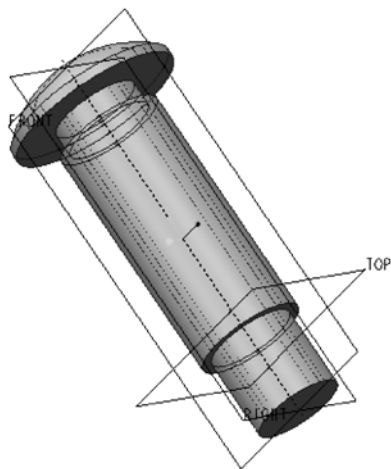

图 3-21 创建的旋转实体特征
⑤ 默认情况下，“变量”按钮处于被选中的状态，从草绘平面开始以 360° 旋转。单击“完成”按钮，完成创建的旋转实体特征如图 3-21 所示。
① 在功能区“模型”选项卡的“形状”面板中单击“旋转”按钮，打开“旋转”选项卡。
② 在“旋转”选项卡选择“放置”选项标签，打开“放置”面板，接着单击“定义”